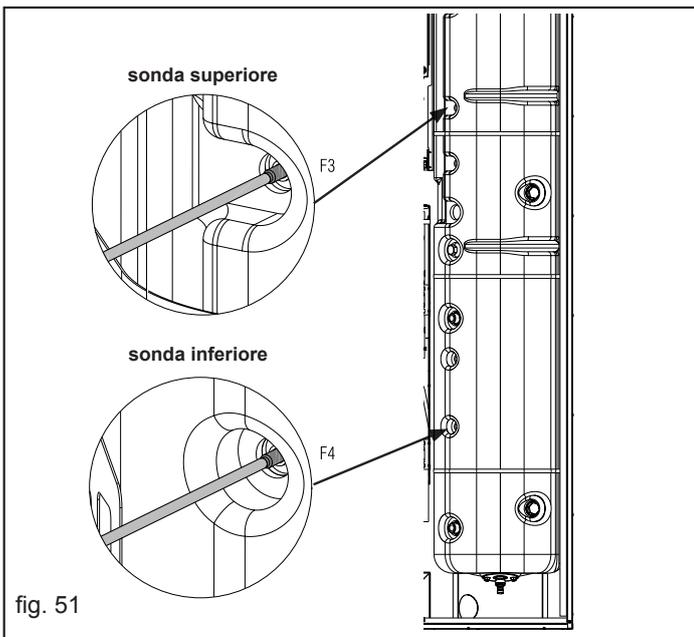

fig. 51
- Collegare le sonde del bollitore alle controparti specifiche, utilizzando i connettori rapidi, verificando la descrizione dei cavi: "Sonda Boll. Sup." e "Sonda Boll. Inf. da solare" (guaina rossa), rispettivamente per la sonda superiore e quella inferiore inserite precedentemente nei pozzetti del bollitore (fig. 51).